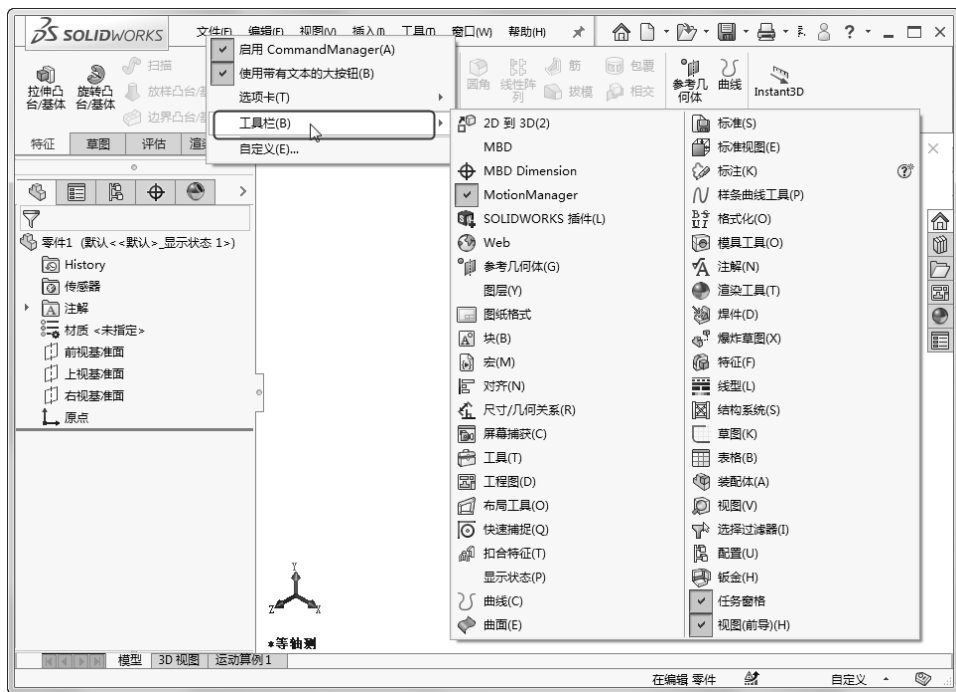

图 1-21 “工具栏”快捷菜单
(1) 在工具栏区域右击，系统弹出快捷菜单，移动鼠标到“工具栏”处，系统会弹出“工具栏”下拉列表，如图 1-21 所示。